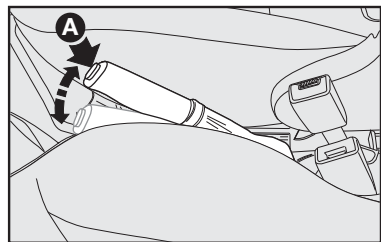

fig. 6
## FREIO DE MÃO - fig. 6
- 1) Levantar levemente a alavanca e apertar o botão de desengate **A-fig. 6**.